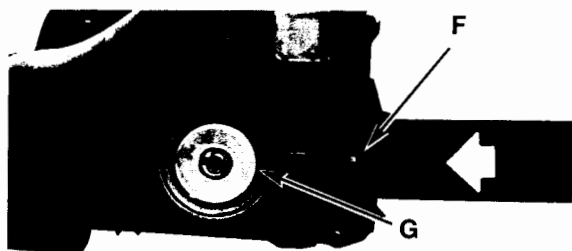

Fig. 19
3. Placez le bout avec socle de la barre guide au-dessus du boulon de barre (F). Glissez la barre guide derrière le tambour d'embrayage (G) jusqu'à ce que la barre guide s'arrête (Fig. 19).